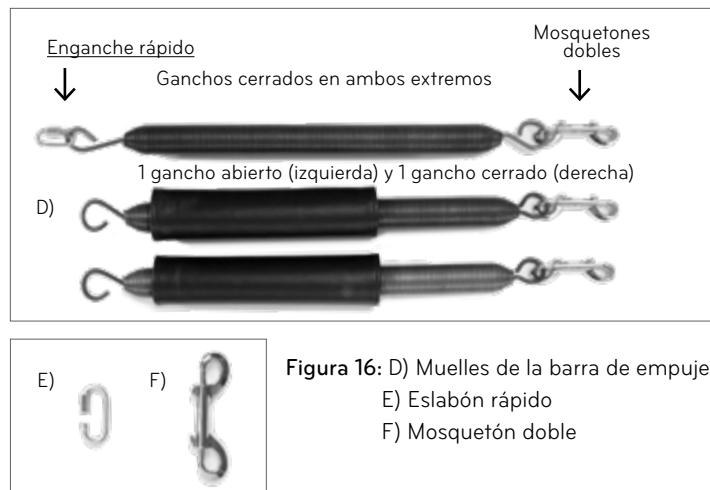

Figura 16: D) Muelles de la barra de empuje
9. Conectar el muelle de la barra de empuje con eslabón rápido a uno de los pernos de anilla exteriores del tubo superior. Los otros (2) muelles de la barra de empuje se conectan a los pernos de anilla del bastidor del Reformer por medio de los ganchos abiertos. Consultar la figura 16 como referencia.